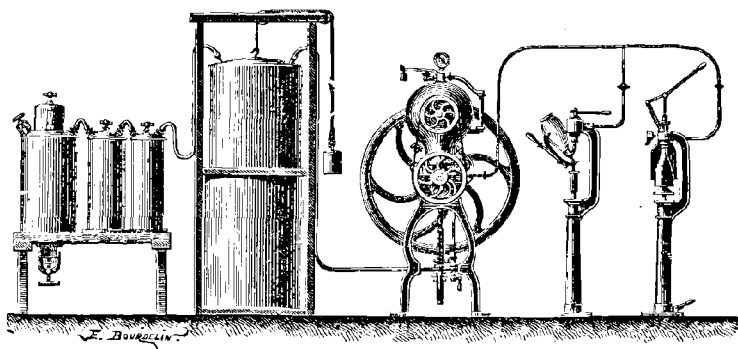

Fig. 34. Appareil à eau gazeuse.
**Usages.** — C'est le gaz carbonique qui rend les eaux, la bière et les vins mousseux, soit qu'on l'y lance sous pression (fig. 34), soit qu'on l'y laisse se développer et s'accumuler.